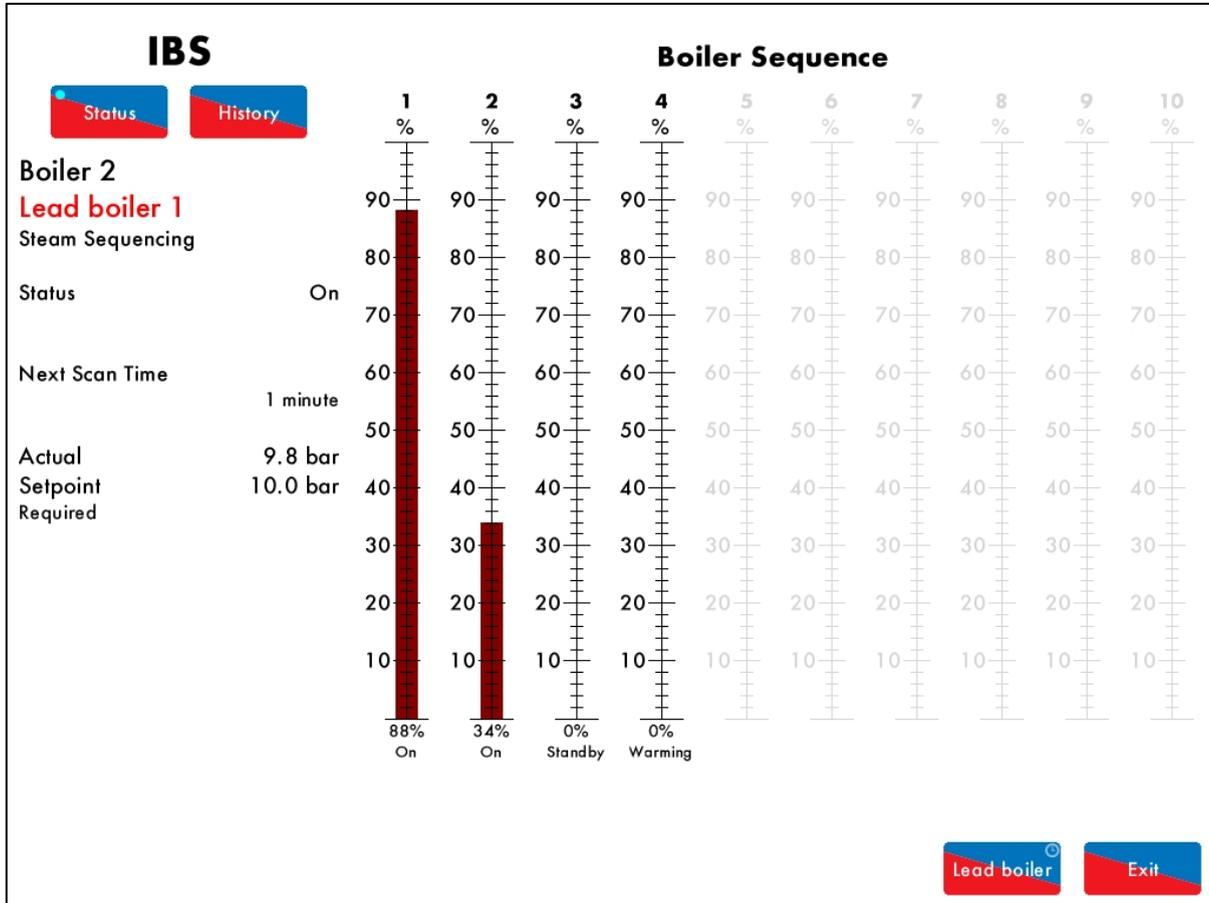

Figura 18.9.1.i SII - Estado
1. Mantenga pulsado  durante 3 segundos en la pantalla Estado del SII de la Figura 18.9.1.i.
Presione  en la pantalla IBS Status (Estado del SII) de la Figura 18.9.1.i para ver la pantalla IBS History (Historial del SII), que muestra los historiales de frecuencia de encendido de todas las calderas del bucle de secuenciación.